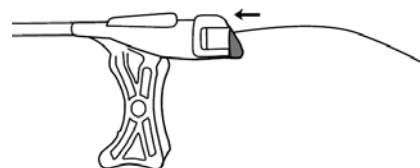

図 3:ガイドワイヤをシュアバルブから直接挿入
(1) 方法 1
- a. リードに適合するガイドワイヤをシュアバルブから直接挿入する。(図 3)